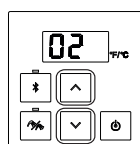

Fig. 2
4. Utilizzare i tasti freccia su ▲ e freccia giù ▼ sul pannello di comando per visualizzare i parametri (Fig. 2).